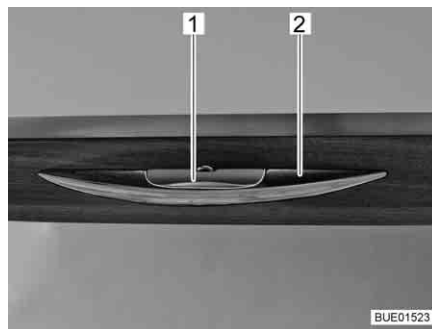

Fig. 70 Trampilla de mueble con tirador de desbloqueo
- Presionar el tirador de desbloqueo (Fig. 70,1) y mantenerlo presionado.
- Tirar del tirador (Fig. 70,2) hasta que la trampilla de mueble esté abierta.